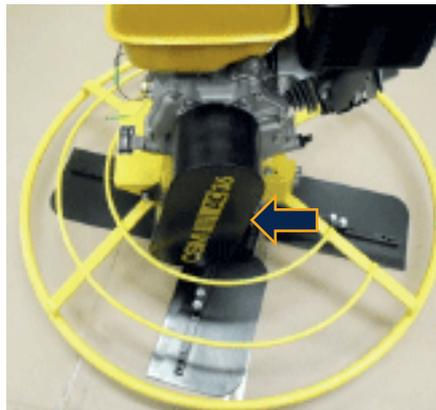

Fig. 12
5.6. Fixar proteção da correia (Fig. 12):